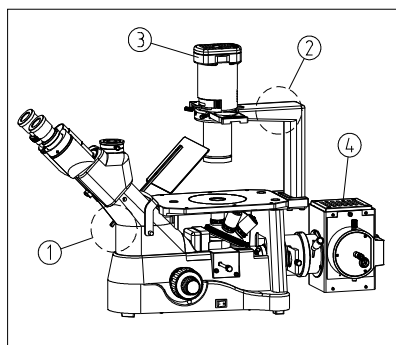
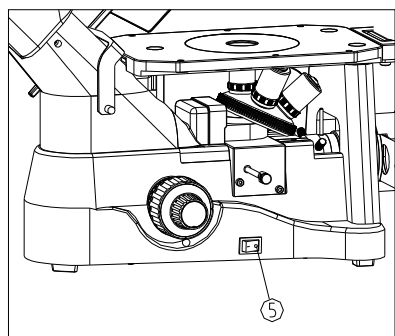
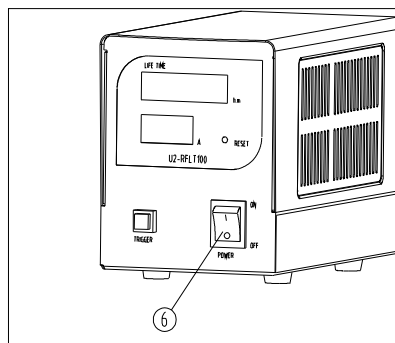

图 1
图 2
图 3
- (1) 显微镜是精密仪器，操作时要小心，尽可能避免物理震动。
- (2) 避免将显微镜放置在有阳光直射、高温或高湿、多尘、以及容易受到强烈震动的地方，确保工作台平坦、水平并足够坚固。工作环境要求：室温 $5^{\circ}\text{C} \sim 40^{\circ}\text{C}$ ，最大相对湿度 80%。
- (3) 需要移动显微镜时，双手分别紧握观察筒的较低侧①和照明组件支架②。(如图 1)
- (4) 荧光显微镜使用时要在光线尽量暗的环境下进行。
- (5) 荧光显微镜使用时要注意不要直接观察激发光源，以保护眼睛。
- (6) 超高压灯泡要求垂直工作，偏离角度不得超过 15° ，否则会发生破裂的可能。
- (7) 荧光色素从紫外线照射瞬间开始褪色，因此荧光标本不宜长时间保存。对于同一部位，不应长时间照射，否则会引起严重的荧光淬灭。
- (8) 工作时，支架上的灯座表面③和汞灯灯源表面④会变得非常热，应确保周围(特别是上方)有足够的散热空间。(如图 1)
- (9) 将本机接地，避免雷击。
- (10) 为保证安全，更换卤素灯、保险丝、汞灯前，一定要确信开关⑤和⑥已在“O”(断开)处，并切断电源，同时等灯泡、灯座及灯箱完全冷却后进行。(如图 2、图 3)
- (11) 本机采用宽电压，能适应 $90 \sim 240\text{V}$ 范围内电压，无需附加变压器。确保供电电压在此范围内。
- (12) 使用本公司提供的专用电线。